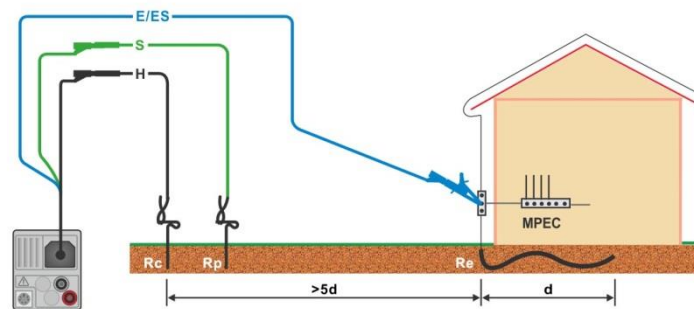
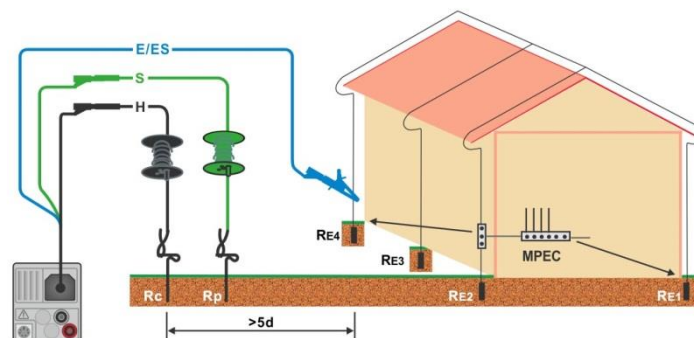

Abbildung 7.59: Erdungswiderstand, Messung der Haupterdung der Installation
Abbildung 7.60: Erdungswiderstand, Messung einer Blitzschutzanlage
- › Schließen Sie die Prüfleitungen am Prüfling an, siehe **Abbildung 7.59** und **Abbildung 7.60**.